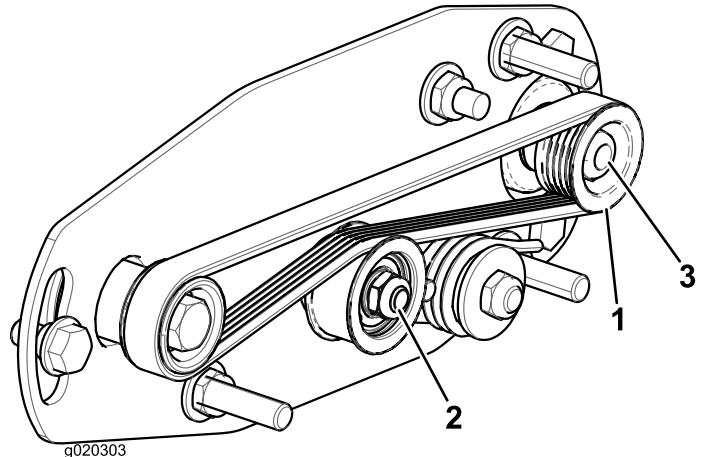
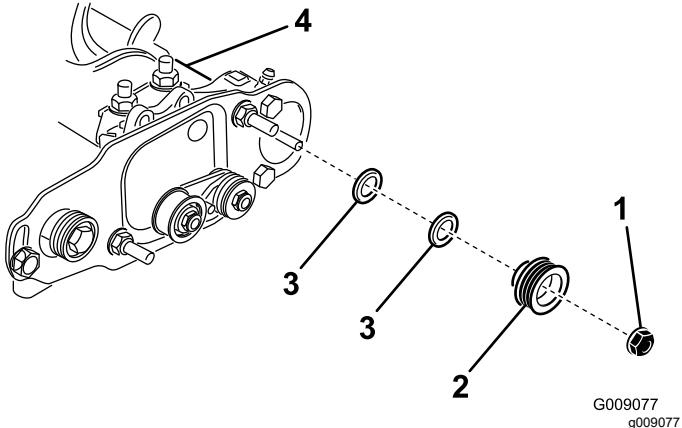

図 24
図 25
1. 受動プーリローラブラシのシャフト位置のは内外に動かすことができます 図 24。
2. リールを回しながらつまり駆動プーリを回しながら、駆動プーリからベルトをはずす 図 24。
3. 受動プーリをブラシシャフトに固定しているロックナットを取り外す 図 24 または 図 25。
4. シャフトから受動プーリを取り外す図 25。
5. プーリを外側に出したい場合には、0.8 mm 厚のスペーサを1枚入れる図 25。プーリを内側に入れたい場合には、0.8 mm 厚のスペーサを1枚抜き取る。